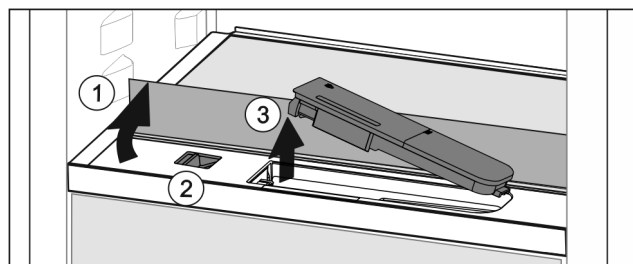

Fig. 119
- ▶ Løft glaspladen og klap den bagud til anslag Fig. 119 (1).
- ▶ Skyd skyderen Fig. 119 (2) mod venstre.
- ▶ Tag vandbeholderen Fig. 119 (3) ud.